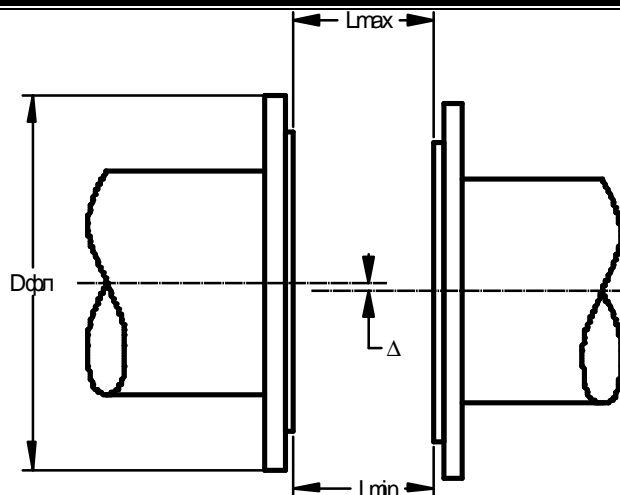

Рис. 3 Допустимые отклонения расположения фланцев трубопровода
2.2.2.3 Фланцы трубопроводов при монтаже первичного преобразователя должны быть соосны (отклонение осей Δ не более $10^{-2} \cdot D_y$) и плоскопараллельны друг другу (см. Рис.3), при этом максимально допустимое отклонение фланцев от параллельности не должно превышать: